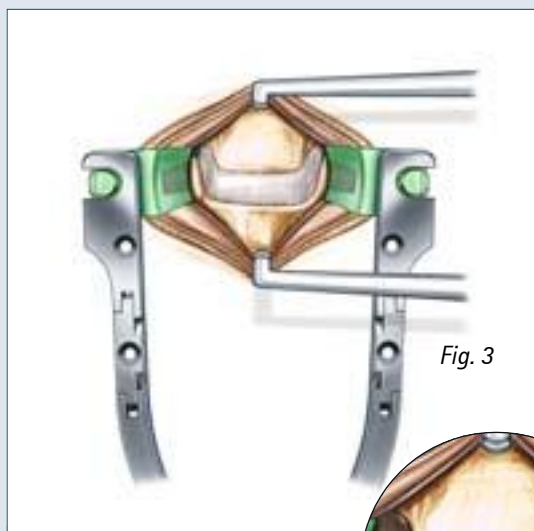

Fig. 3
- ☞ Coloque los tornillos de distracción en su posición y aplique el distractor de CASPAR mediante el procedimiento de CASPAR (Fig. 3).